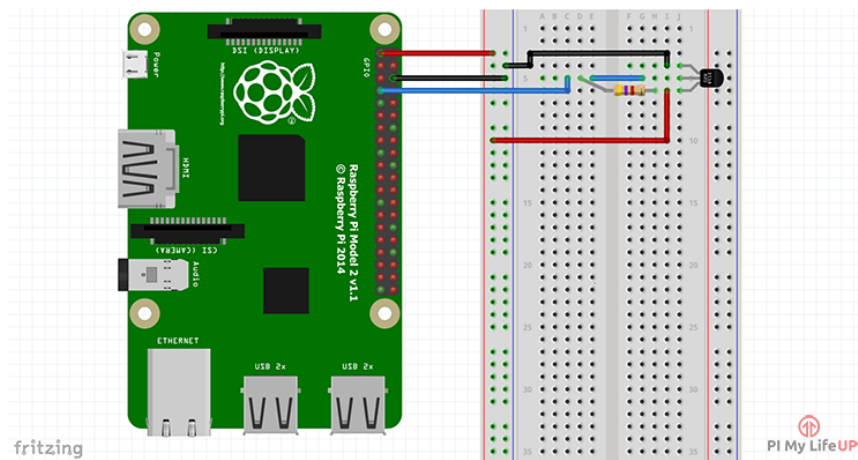

Figura 2. Esquemático del circuito de lectura del sensor digital DS18B20.
- 2) Analice y monte el circuito de acondicionamiento del sensor DS18B20 (Figura 2).